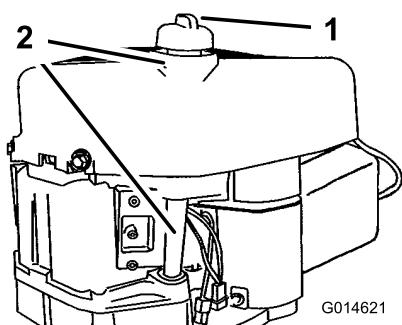

Figura 34
2. Limpie alrededor de la varilla de nivel de aceite (Figura 34) para impedir que caiga suciedad por el orificio de llenado y cause daños en el motor.
10. Limpie alrededor de la varilla de aceite y desenrosque el tapón (Figura 34).
11. Vierta lentamente un 80% aproximadamente de la cantidad especificada de aceite por el tubo de llenado (Figura 34).